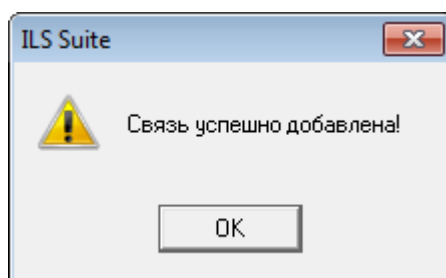

Рис. 14-16 – Связь бюллетеня с компонентом добавлена
5) Нажать кнопку «Да» – в результате будет установлена связь между бюллетенем и компонентом (рис. 14-16).